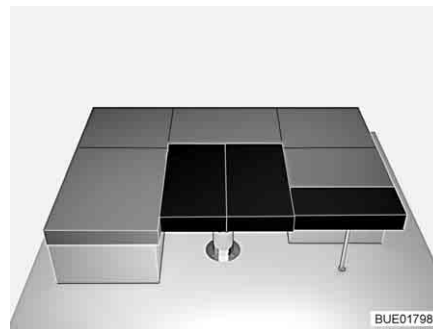

Fig. 104 Dopo la trasformazione
- Collocare il cuscino aggiuntivo piccolo sulla prolunga del cassone letto (vedere Fig. 104).